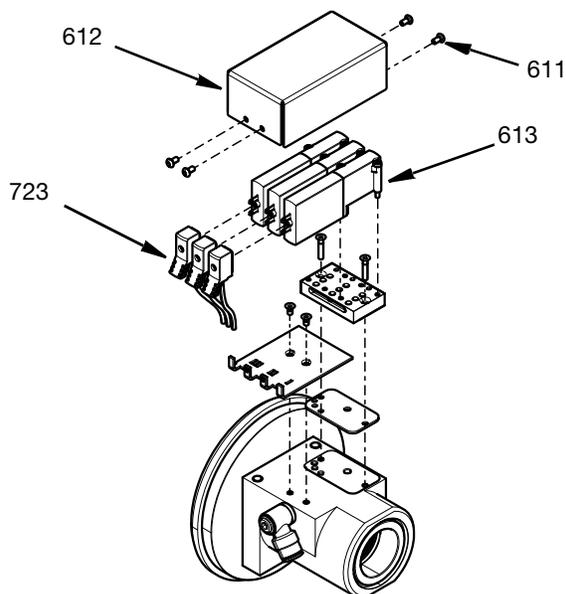

**FIG. 19**
11. Ora tutte le parti e le guarnizioni interne possono essere rimosse dal corpo girevole (619). Tutte le guarnizioni e le tenute interne devono essere sostituite se la camera girevole viene smontata. Vedere FIG. 19.